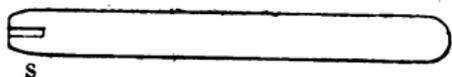
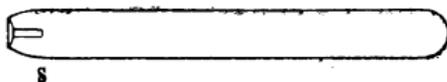

Fig. 133.
Fig. 134.
**Chasse-rivet.** — Le chasse-rivet (fig. 133 et 134) sert à rapprocher et à faire toucher l'une contre
Il y a celui pour le fer (fig. 133) et celui pour le cuivre (fig. 134).